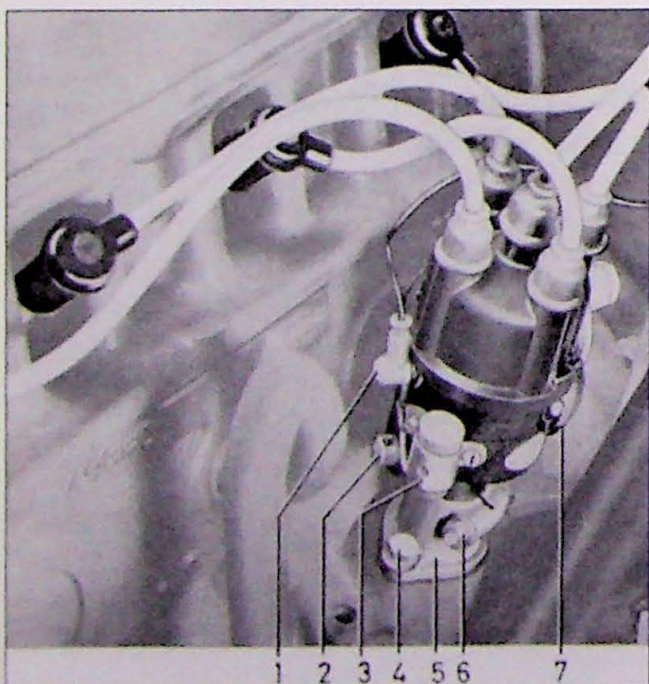

Fig. 13.5. Stroomverdeler.
4. Bevestigingsschroef losnemen (4, Fig. 13.5).
Inbouwen van de stroomverdeler gaat in omgekeerde volgorde van uitbouwen. Als de motor niet verdraaid is geweest gedurende de tijd dat de stroomverdeler uitgebouwd was kan deze op dezelfde wijze worden ingebouwd. Als dat niet het geval is dan inbouwen zoals omschreven onder "afstellen van ontsteking". Voor plaatsing van de stroomverdeler zie Fig. 13.5.